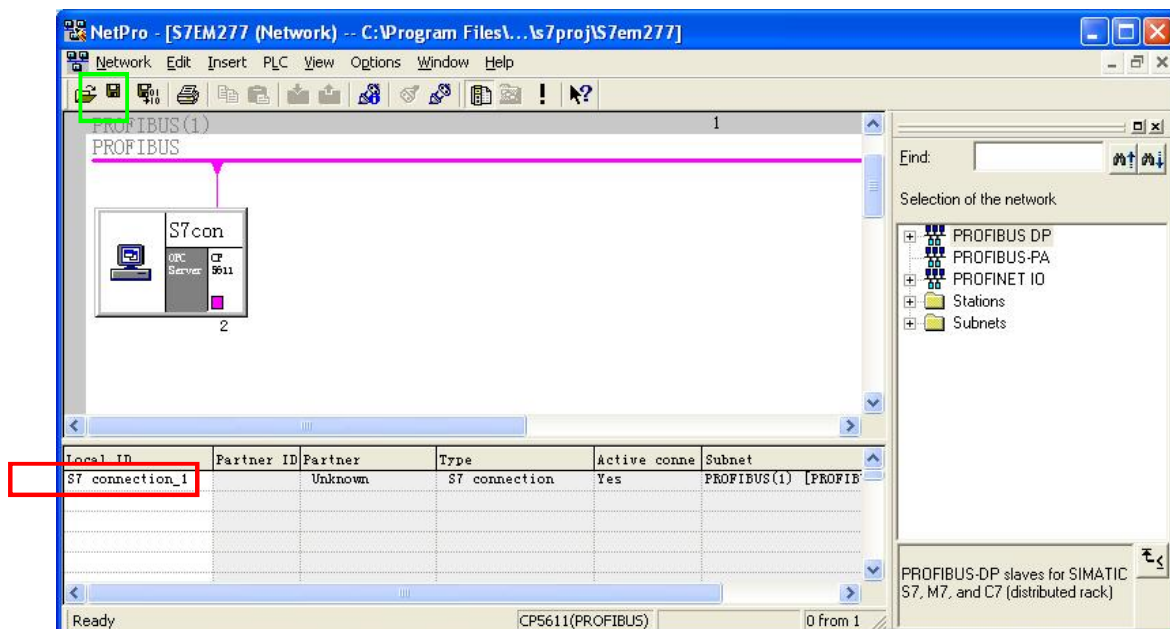

图 9
6. 点击“ OK” 退出至 NetPro 窗口，生成连接 S7 connection_1，点击“ Save and Compile” 编译并保存，如图 9